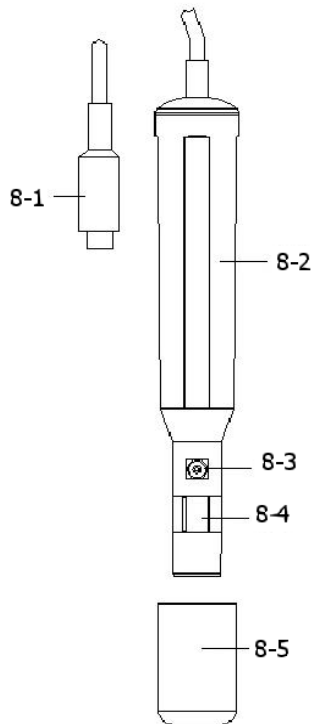

Fig. 5
1) Préparez la sonde de l'oxygène (optionnelle, DOPB-11), installez la "Prise de la sonde" (8-1, Fig. 5) dans le connecteur /prise d'entrée "DO" (3-14, Fig. 1).
- 1) Installez la "Prise de la sonde " (8-1, Fig. 5) dans la prise " DO " (3-14, Fig. 1).
- 5) Quand la sonde n'est pas utilisée, il faudra mettre l'étui de protection à la tête de la sonde (8-5, Fig. 5)